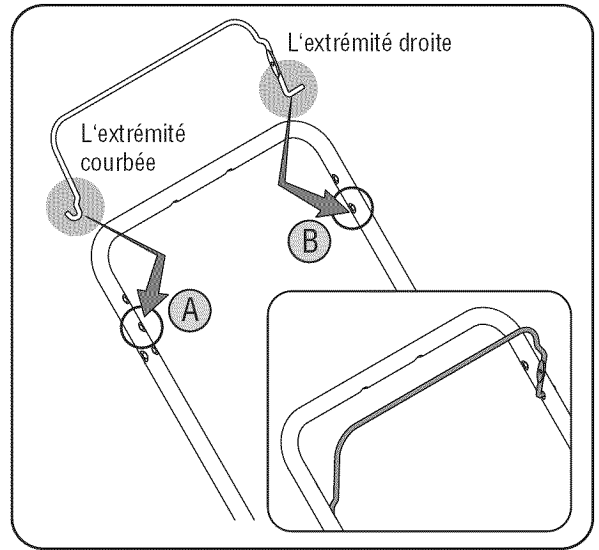

Figure 5
- Enfoncez l'extrémité courbée de la poignée dans le trou de droite. Voir la Figure 5.